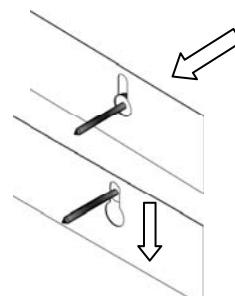

Figura 4
PASO 3: Posicione los ojos de la cerradura en la parte posterior de la Repisa para chimenea sobre los tornillos. Presione la repisa para chimenea hacia abajo para asegurarla en el lugar como se muestra en la **Figura 4**.